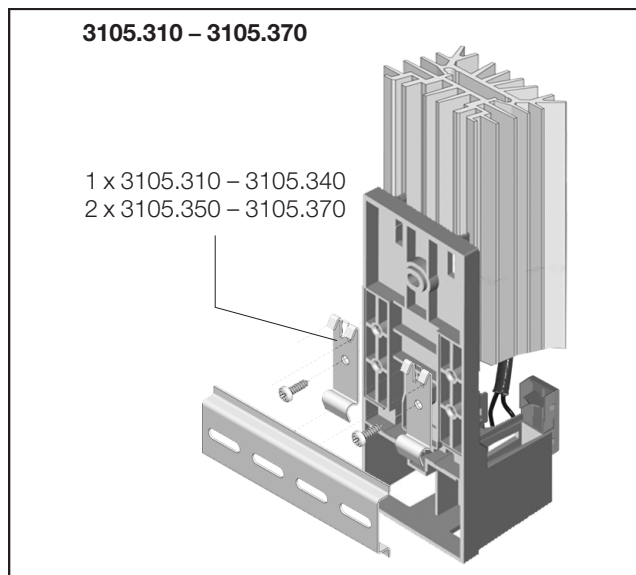

図2: 35mmレール(EN 60715)へのスナップ式固定
1	固定部品(図2を参照)
固定部品(図2を参照)
- 35 mmレール(EN 60715)へのスナップ式固定(図2)